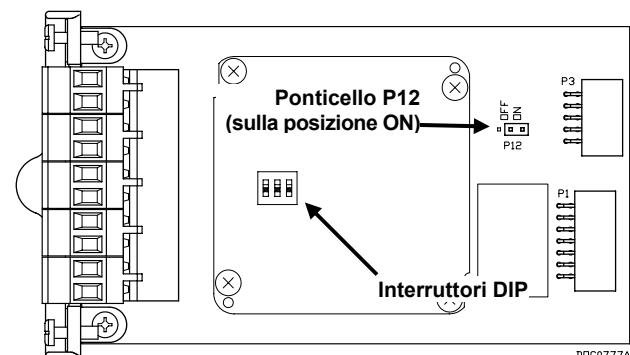

Figura 7. Ponticello P12 sul modulo H1 PWR
- Posizionare il modulo come indicato nella Figura 7.